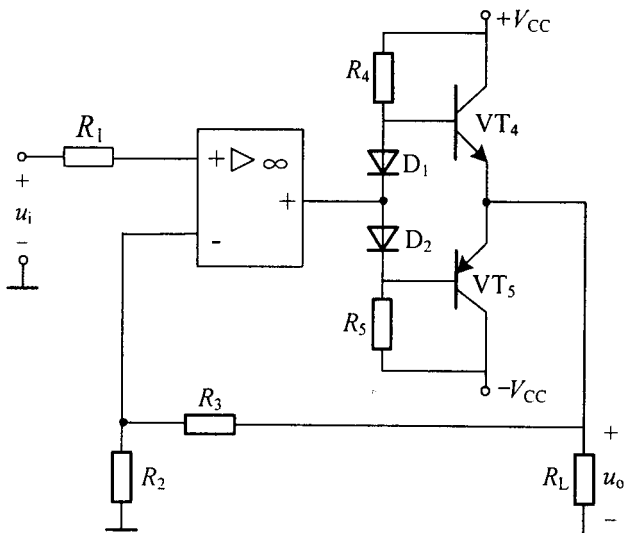

图 T3
1. 判断图 T3 所示电路中是否引入了反馈，哪些元件引入直流反馈？哪些元件引入交流反馈？是正反馈还是负反馈？
2. 判断图 T3 中所示电路引入了哪种组态的交流负反馈，并说明电路因引入交流负反馈对放大电路输入电阻和输出电阻的影响。
3. 估算图 T3 所示电路在深度负反馈条件下的电压放大倍数 $A_{uf} = \frac{u_o}{u_i}$